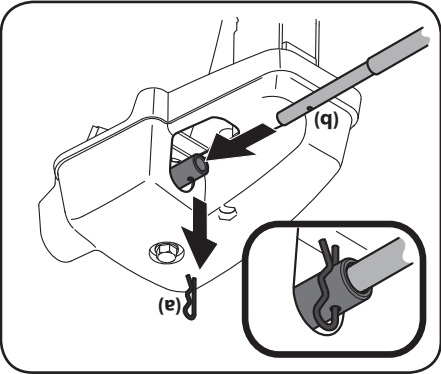

Figure 2-38
4. Retirez la goulotte fendue (a) qui se trouve à l'arrière de la commande de la goulotte. Voir la Figure 2-38.
5. Insérez la tige de contrôle flexible (b) à l'arrière de la tête de commande de la goulotte. Voir la Figure 2-38. Fixez la tête de contrôle à l'aide de la goulotte fendue (a) retirées au paragraphe 1.